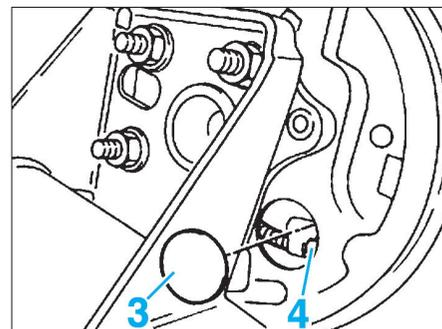

FIG. 30
- De chaque côté, déposer les capuchons (3), puis décrocher les câbles de frein à main (4) (Fig.30).